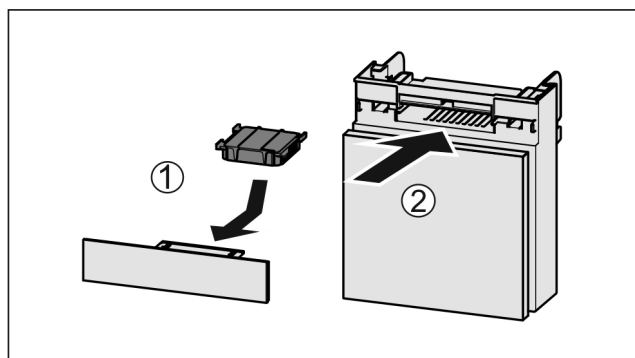

Fig. 137
- Anbring aktivkulfilteret som vis på billedet Fig. 137 (1).
- Skub rummet ind Fig. 137 (2).